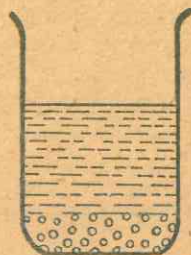

Fig. 11. — Decantación
a) **Decantación.** — Se efectúa colocando la mezcla con agua en una cápsula de porcelana o en otro recipiente (fig. 11) y se deja en reposo cierto tiempo, al cabo del cual se verifica la separación de las sustancias con arreglo a sus densidades. Si el sólido es menos denso que el líquido aquél flotará; si es más denso se depositará.